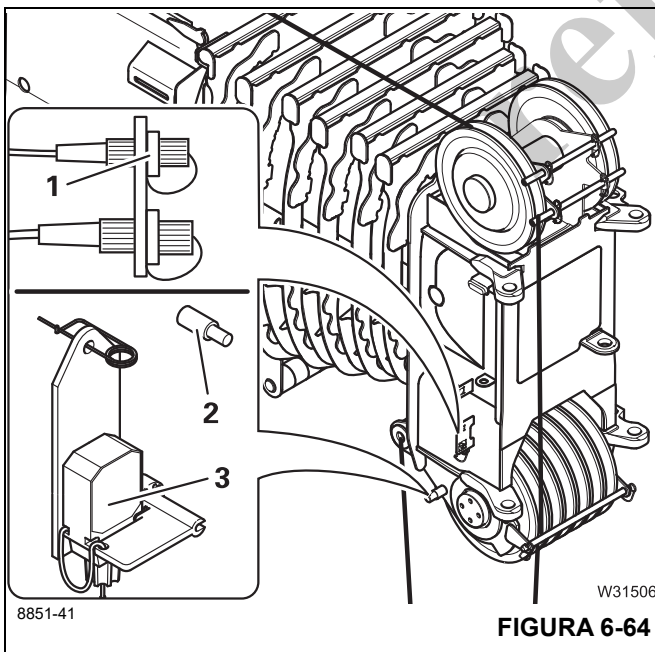

FIGURA 6-64
- Retire el enchufe y cierre el receptáculo con la tapa protectora (1), (Figura 6-64).
- Retire el interruptor de prevención del contacto entre bloques (4), (Figura 6-64), de la escuadra (2), (Figura 6-64).
- Sujete el pasador de retención (3), (Figura 6-64), al interruptor de prevención del contacto entre bloques.